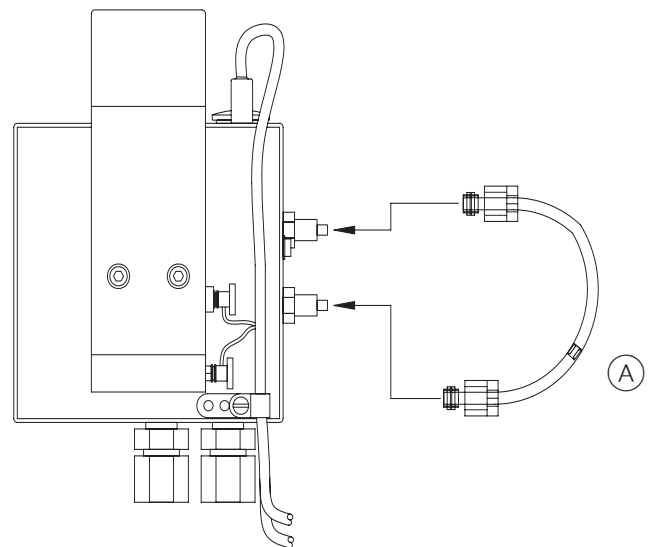

Figura 3 Conexão das tubagens da ChloroStar Cell
Figura 3 identifica os componentes principais da célula de medição.
- a Ligue o conjunto de tubos de derivação (Figura 3, A) aos dois encaixes situados no lado direito do conjunto da célula de medição.